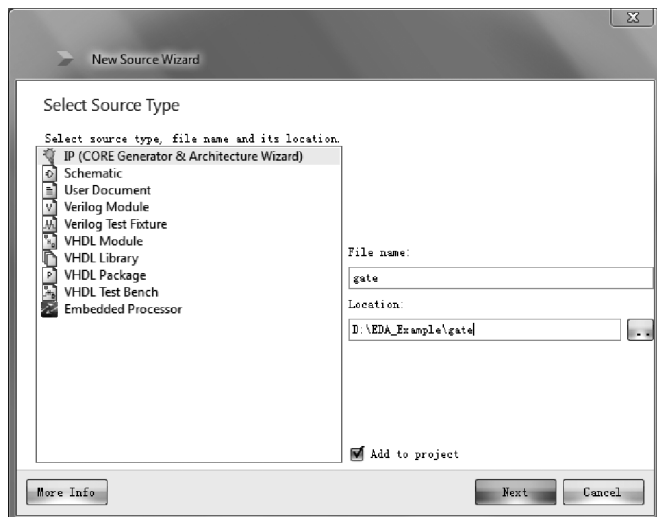

图 3.12 New Source Wizard 界面-选择文件类型
(2) 如图 3.12 所示,出现 New Source Wizard-Select Source Type(新源文件向导-选择源文件类型)界面。这个界面用于生成新文件,在该界面中选择不同的文件类型,ISE 就可以生成各种源文件的模板。